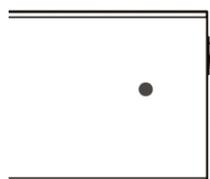
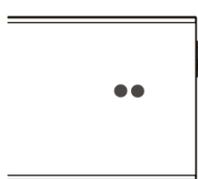

afbeelding 4
afbeelding 5
1. Sluit het apparaat aan en druk op de schakelaar in de **positie I** (zie afbeelding 4). Het apparaat laat een piepton weerklinken en de verwarming start in stand-by-modus. Op dit tijdstip knippert de led met de laagste vermogensinstelling om aan te geven dat het apparaat ingeschakeld is in stand-by (afbeelding 5).